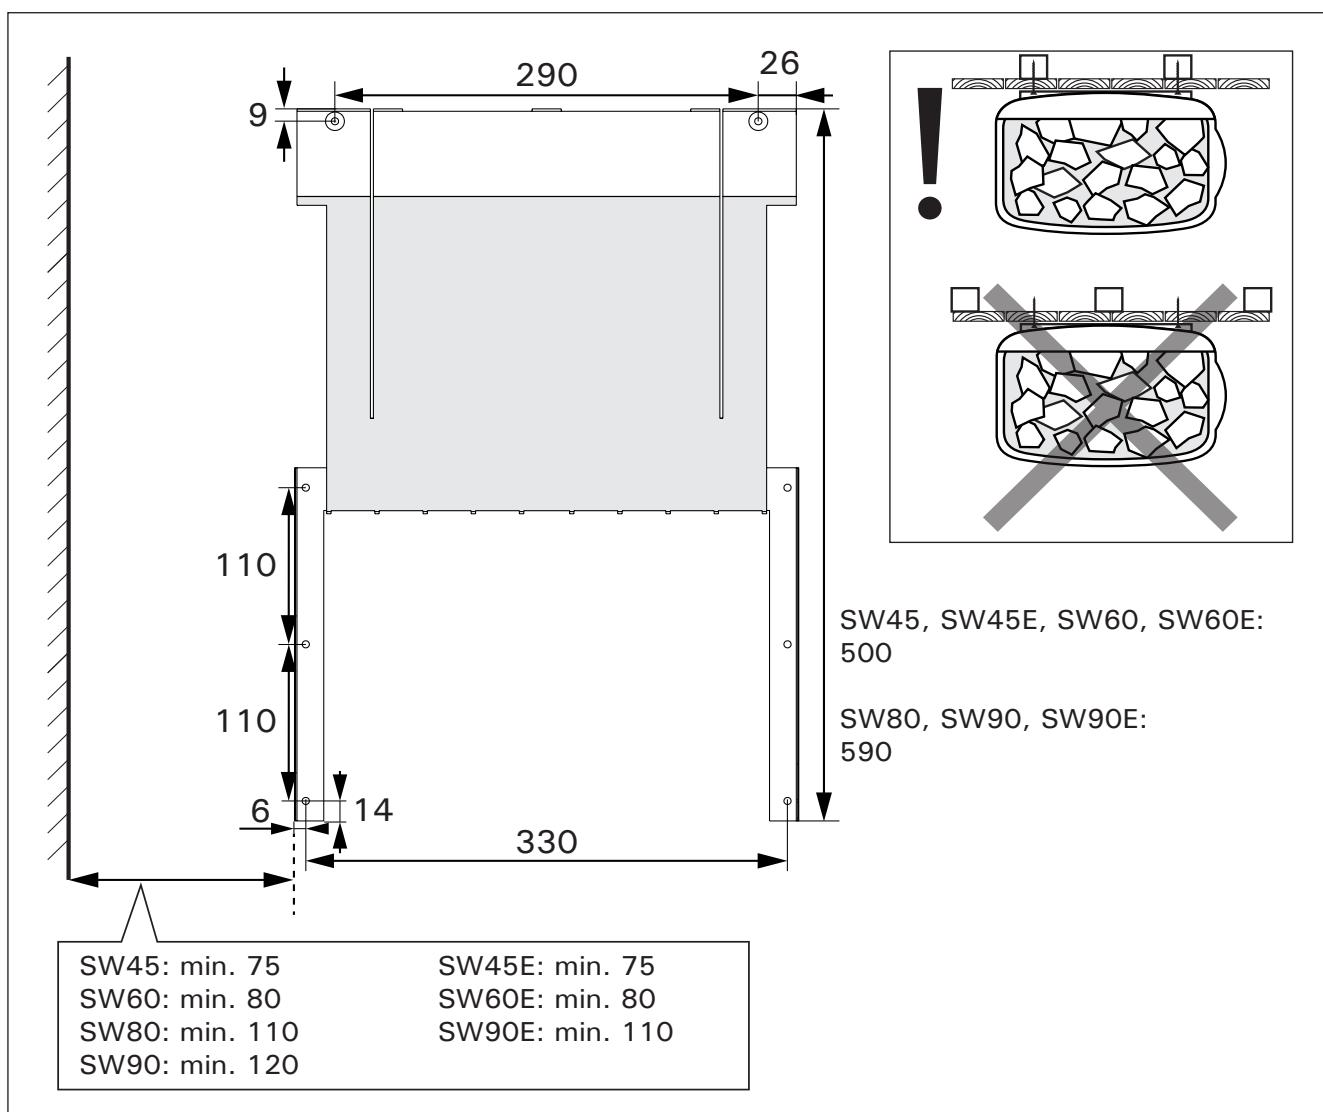
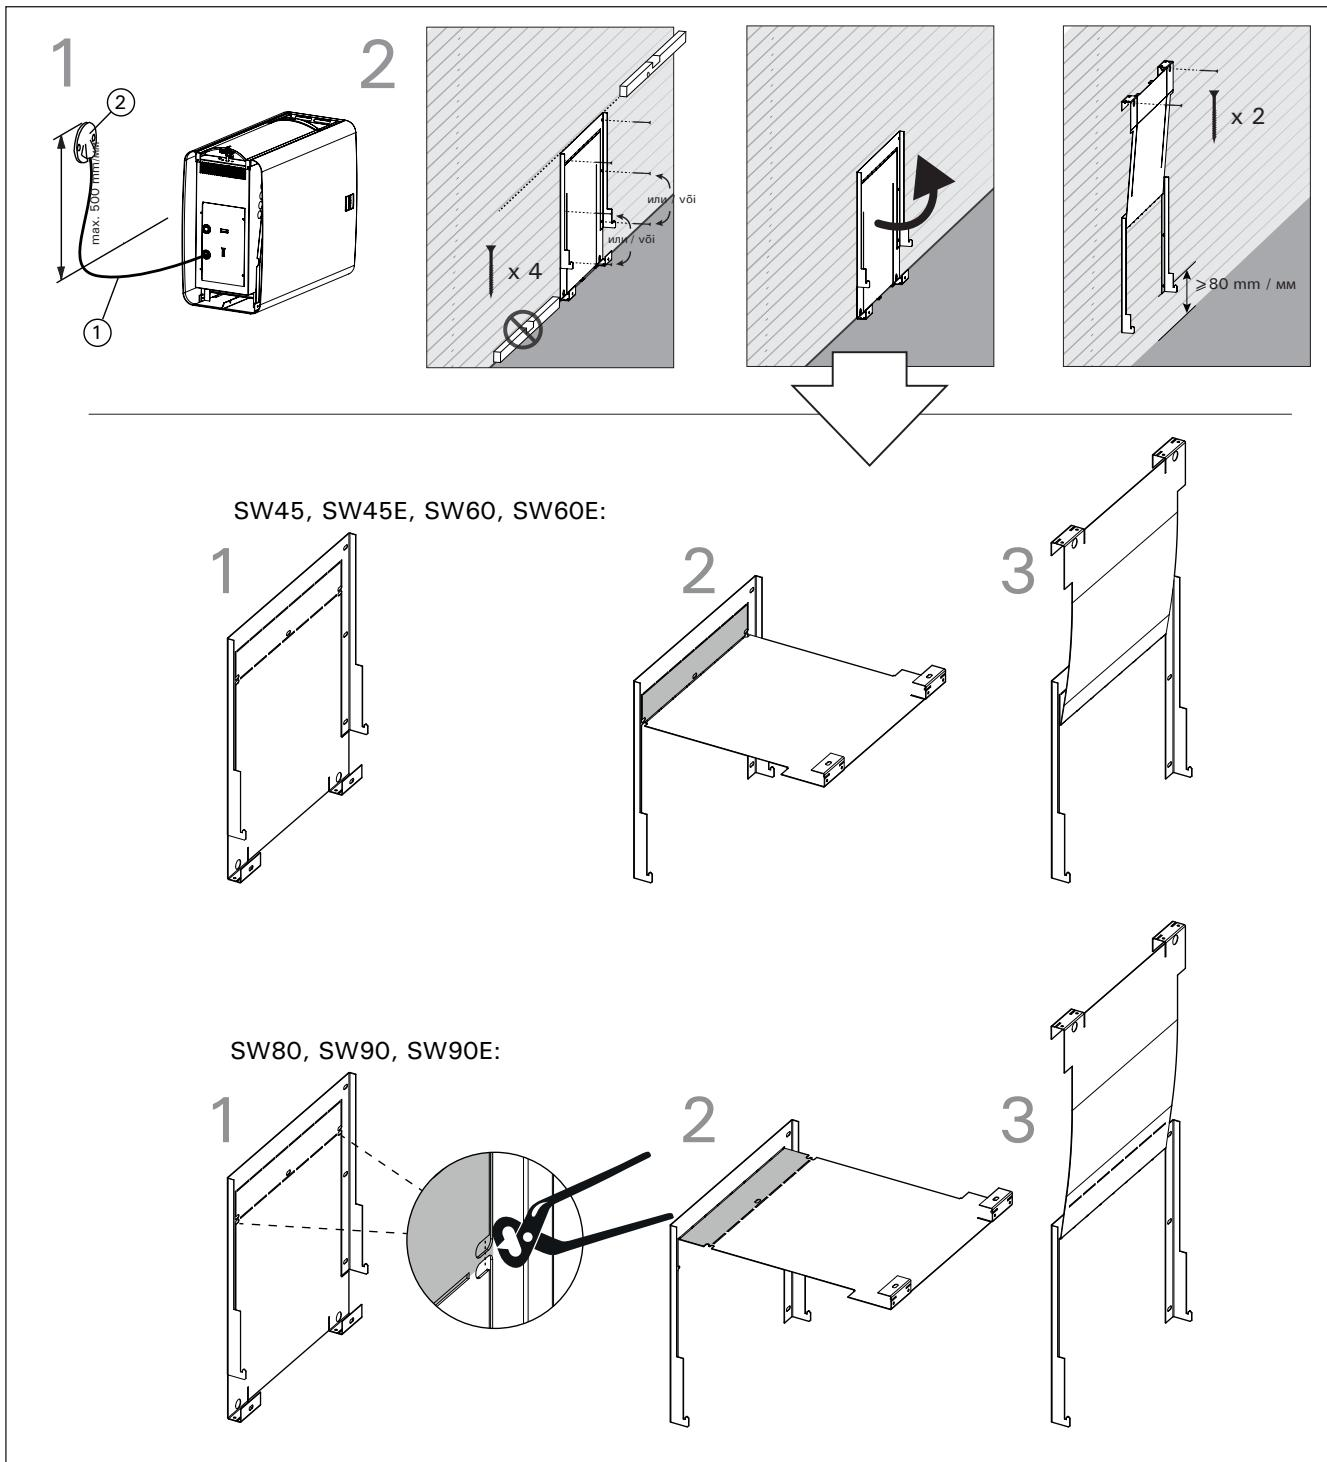

Рисунок 7. Настенный кронштейн, размеры в миллиметрах
Рисунок 8. Крепление настенного кронштейна
- Каменка подключается гибким кабелем к соединительной коробке на стене (рисунок 7:2). Корпус розетки должен быть водонепроницаемым. Расстояние от пола не должно превышать 500 мм.
- В качестве сетевого кабеля (рисунок 7:1) следует использовать резиновый кабель типа H07RN-F или другой соответствующий ему кабель. **ВНИМАНИЕ! Использование кабеля с изоляцией из ПВХ в качестве сетевого кабеля для каменки запрещено по причине недостаточной температурной стойкости.**
- Установите датчик на стену сауны, как показано на рис. 8. При установке каменки от стены далее, чем 100 мм, датчик должен быть установлен на потолке.
- Подключите кабель питания к каменке (рисунок 8:1).
- Закрепите настенный кронштейн к стене в горизонтальном положении при помощи подходящих крепежных материалов. Убедитесь, что каменка держится не только на обшивочной доске (рисунок 7). При установке учитывайте наклон пола (рисунок 8:2). Настенный кронштейн устанавливается автоматически на безопасную высоту не менее 80 миллиметров.